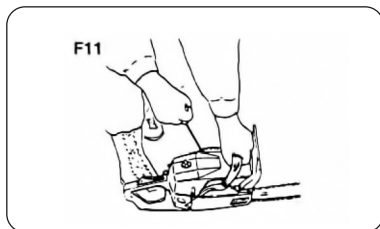

Рис. 10
- Удерживая пилу на поверхности земли, резко дернуть за ручной стартер (Рис. 10).